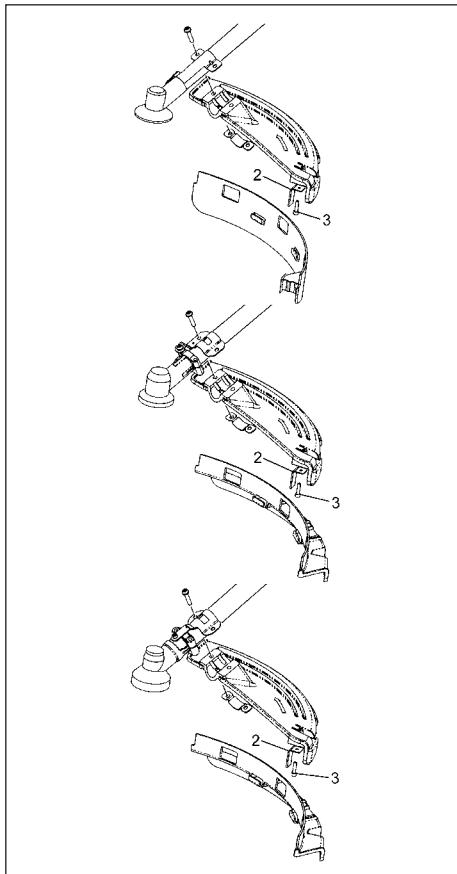

Рис. 1-8
**лезвия (Рис. 1-8)**
#### **ПРИМЕЧАНИЕ! (Рис. 1-8)**